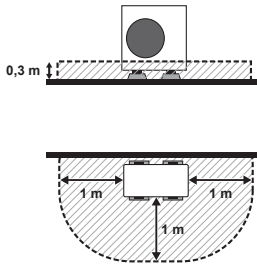

Fig. 3-3
(2) Cuando se instala en un lugar con 3 superficies abiertas (delante de la pared de un edificio) (Fig. 3-3)